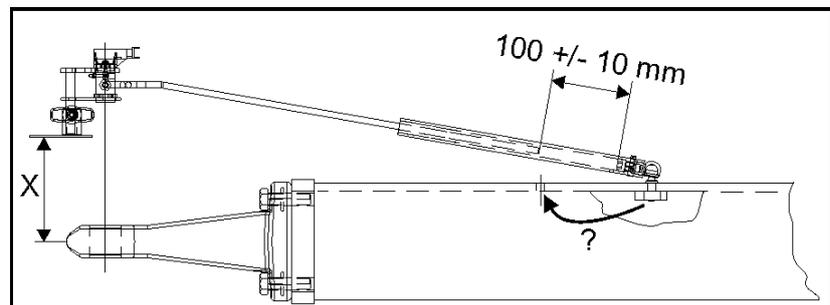

Рис. 103
- Обеспечьте минимальный зазор между точкой присоединения и датчиком угла поворота (Рис. 103/ X) (особенно в случае дышла «Hitch»).